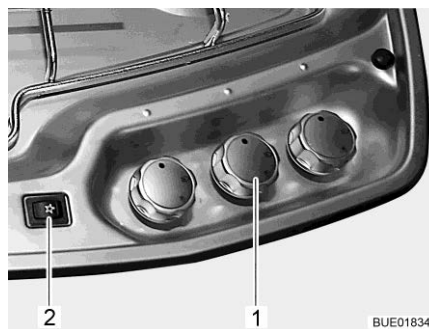

Fig. 175 Elementi di comando del fornello a gas
- Ruotare il pomello girevole (Fig. 175,1) dell'impianto a fiamma libera desiderato in posizione accesa (fiamma alta).
- Premere il pulsante per l'accensione (Fig. 175,2). Sul bruciatore vengono prodotte scintille.